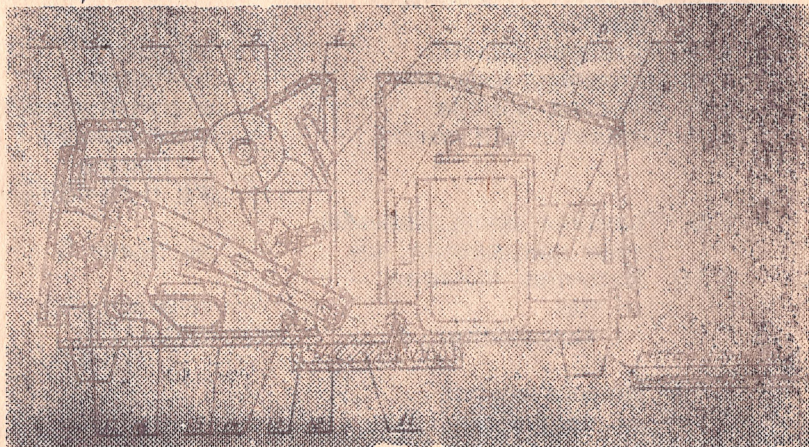
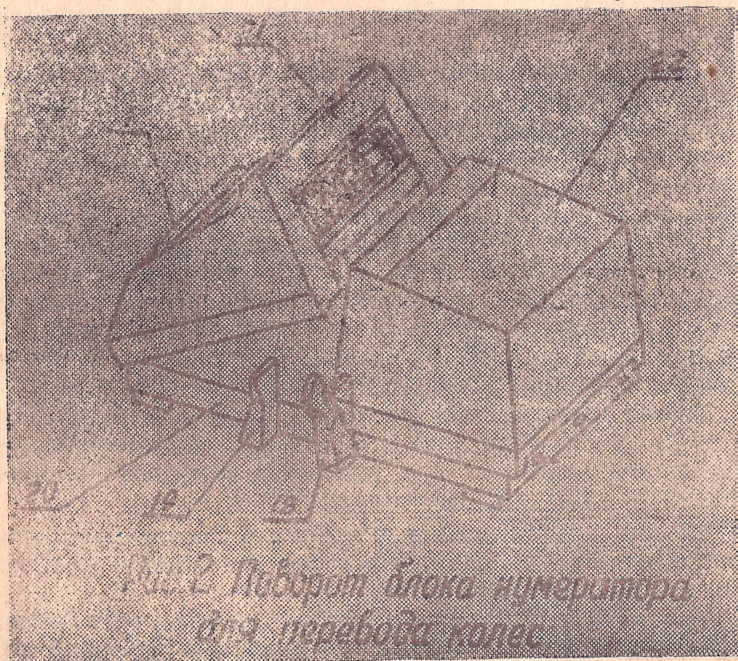
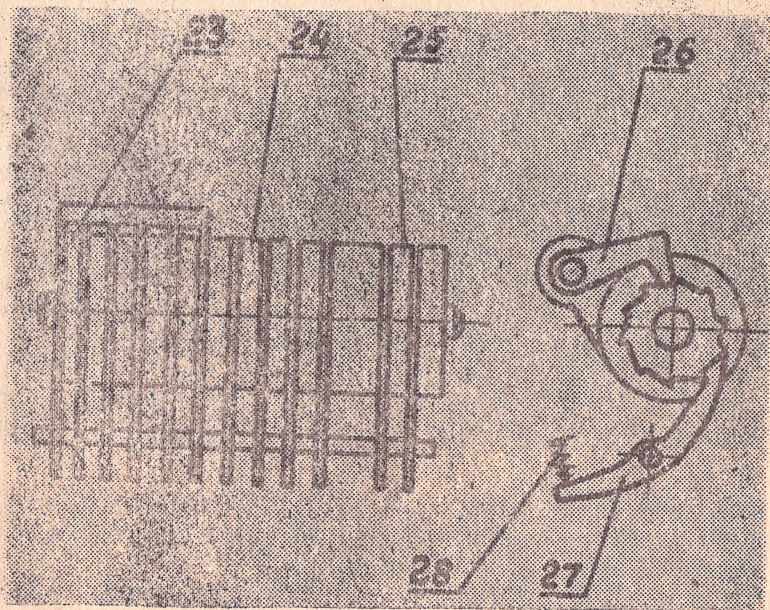

Рис. 1.
Рис. 2. Подарот блока нумератора
Рис. 3
4. 2. Блок нумератора поз. 4 (рис. 1) состоит из корпуса, на котором смонтированы: механизм перевода индекса 5, пластина 7 с подушкой для краски, пять колес порядкового номера 23 (рис. 3), два колеса индекса 24, пять колес даты 25.
Перевод порядкового номера осуществляется автоматически при помощи гребенки 26, приводимой в движение рычагом 6 (см. рис. 1). Все колеса нумератора фиксируются собачками 27 (см. рис. 3), расположенными в нижней части корпуса, прижим которых обеспечивается пружинами 28.
Дублирование порядкового номера обеспечивается механизмом многократного повторения номера, состоящего (см. рис. 1) из защелки 13, кулачка 14 и ручки управления 19 (рис. 2).
При установке ручки управления против часовой стрелки в горизонтальное положение защелка поворачивается и фиксирует рычаг 6 (см. рис. 1). Перевод колес номера прекращается.
Накат краски на штемпельную пластину производится механизмом наката краски, состоящим (см. рис. 1) из скобы 2, соединенной с подвижной скобой 3, на которой смонтирован красящий валик 12.
4.3. Электромагнит ударный состоит из сердечника 10 (см. рис. 1), который имеет самоустанавливающуюся ударную пластину 8 и возвратную пружину 9. Схему включения электромагнита см. рис. 4.
4.4. Блок нумератора и электромагнит ударный устанавливаются на основании 20 (см. рис. 2) и закрываются съемными кожухами 21, 22.
а) при нажатии на клавишу 1 (см. рис. 1) скоба 2 поворачивается и рычагом 15 осуществляется поворот рычага 6, что обеспечивает перевод следующего порядкового номера. Одновременно происходит накат краски красящим валиком на знаки штемпельной пластины и колес нумератора. В крайнем нижнем положении клавиши 1 винт 17 включает микровыключатель 16. Импульс тока от выпрямительного моста Д1 . . Д4 (см. рис. 4) проходит через конденсатор С и воздействует на реле Р, включающее электромагнит ЭМ. Ударная пластина 8 (см. рис. 1), соединенная с якорем 10, прижимает документ к печатному механизму блока нумератора.
После прохождения импульса тока размыкаются контакты реле Р (см. рис. 4) и выключается электромагнит ЭМ. Возврат якоря 10 (см. рис. 1) в исходное положение происходит под действием пружины 9;
4.6. Блок нумератора поворачивается относительно основания 20, что обеспечивает удобство перевода колес даты и заправки краской (см. рис. 2). Фиксация механиз-
ма в горизонтальном положении осуществляется ползуном П (см. рис. 1), входящим в паз основания механизма. Отвод ползуна производится при повороте рукоятки 18 против часовой стрелки.
6.6. Поверните ручку 18 (см. рис. 2) против часовой стрелки до упора и установите печатный механизм в верхнее положение.